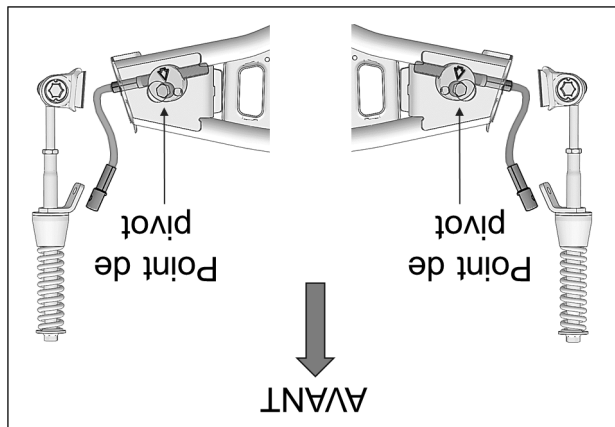

Fig. 24
13. À l'assemblage, assurez-vous que le point de pivot du disque en aluminium soit positionné en avant du câble du limiteur de conduite. Voir la Fig. 24